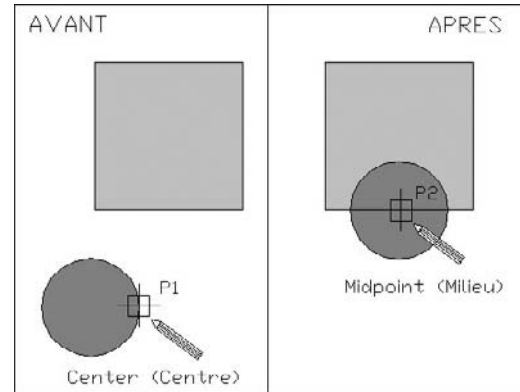

Fig.6.23
- [1] Exécuter la commande de déplacement à l'aide d'une des méthodes suivantes (fig.6.23) :